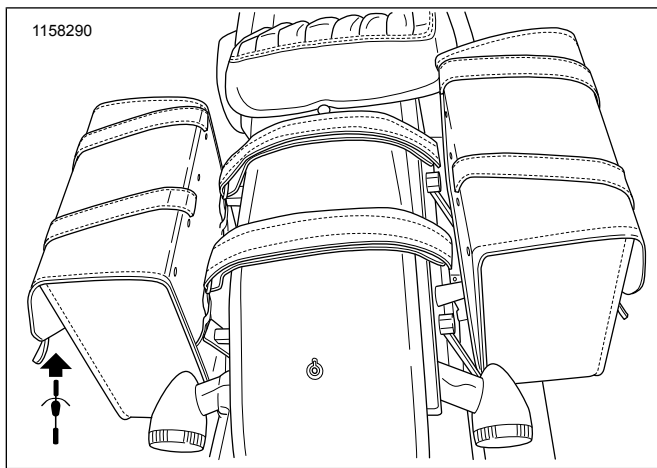

Figura 3. Posizionamento del forcella di sostegno
10. Figura 3 Poggiare le forcelle di sostegno già collegate al lato destro della borsa, attraverso il parafrangente sul nastro anti-abrasione e fissarle alla borsa di sinistra.